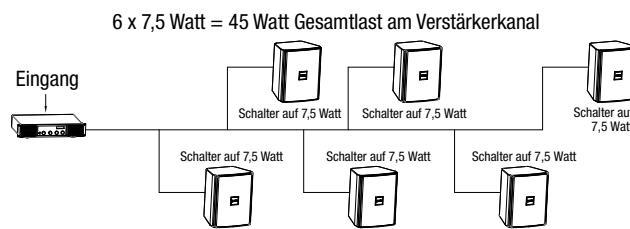

Abbildung 4.
4. Stecken Sie den mitgelieferten Inbusschlüssel in das Loch hinter dem Gummistöpsel rein. Drücken Sie den Inbusschlüssel sanft und drehen Sie ihn langsam bis Sie merken dass er in die Befestigungsklammer geglitten ist. Lösen Sie die InvisiBall™-Befestigungsklammer wie in der Abbildung 4 dargestellt.
100-V-Technik – Die Revel-Modelle M55XC und M80XC verfügen über integrierte umschaltbare 70V/100V 60W-Stufentransformatoren. Die Verwendung dieser Anschlüsse erfordert die Verwendung eines kompatiblen 70V/100V-fähigen Bezugspegel-Verstärkers. Genau wie bei den klassischen 8Ω-Lautsprechern, verbinden Sie einfach die Ausgangsanschlüsse des Verstärkers "+" und "-" direkt mit den (+)- bzw. (-)-Eingangsanschlüssen an der Rückseite des Gehäuses. Schalten Sie den Stufentransformator auf die gewünschte Wattleistung ein. Anders als bei den klassischen 8Ω-Lautsprechern, können Sie beliebig viele XC-Lautsprecher an einen einzelnen Verstärkerkanal anschließen, solange alle Lautsprecher-Wattleistungen zusammen nicht die Nennleistung des Verstärkers übersteigen (s. Abb. 4).